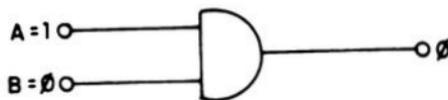

figura 1-5 - Símbolo da função AND
Na função AND (E), também representada por '.', a saída será 1 se todas as entradas estiverem em nível 1. Se qualquer uma delas estiver em nível 0 a saída será 0 (figura 1-5). .. tabela verdade da função AND consta na figura 1-6.